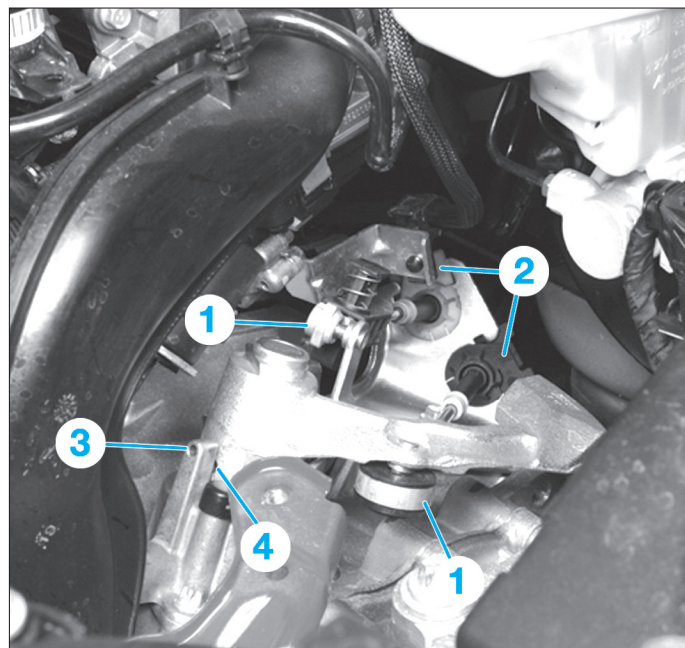

Fig. 2
- Dégrafer les câbles de commande et de sélection des rotules (1) sur le mécanisme de la boîte de vitesses (Fig.2).
- Tirer le verrouillage (2) des arrêts de câbles et dégager les câbles du support.
- Soulever le mécanisme des vitesses jusqu'à ce que l'orifice (3) soit aligné face à l'orifice (4), puis insérer une goupille de 5 mm de diamètre environ et bloquer l'ensemble dans cette position.
- Sortir la pièce (1) du logement (3) et la tourner de 90° dans le sens horaire afin de la remettre à sa position initiale.
- Extraire la goupille de blocage du mécanisme de changement de vitesses sur la boîte (Fig.2).